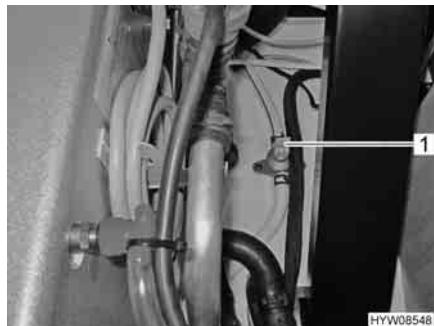

Fig. 136 Rubinetto di scarico
- Chiudere il rubinetto di scarico. A questo scopo posizionare orizzontalmente la leva a bilanciere (Fig. 136,1).
- Aprire il rubinetto di scarico (Fig. 136). A questo scopo posizionare verticalmente la leva a bilanciere (Fig. 136,1).